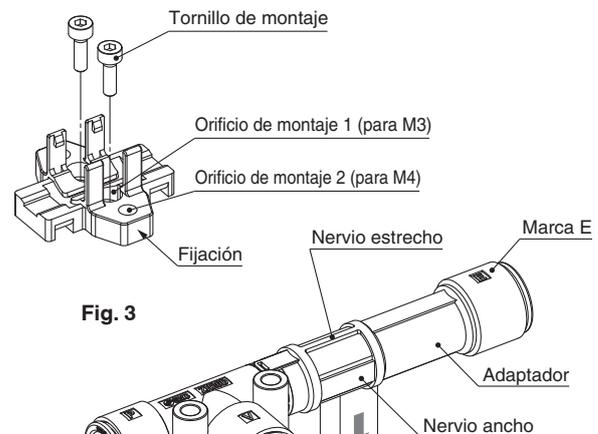

Fig. 3
- 1) La fijación estándar de ZH18/20D□A usando los orificios de montaje 1 o 2 (Fig.3).
- 2) Si el montaje del producto se realiza a través del orificio de montaje 1, monte la fijación en la primera posición de instalación (Fig.3).